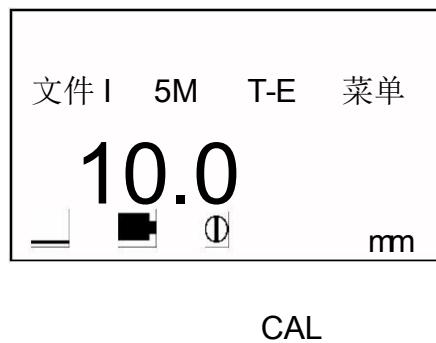

图 16
- e. 用 ↑ 或 ↓ 键将显示值调整到 10.00mm，如图 16：